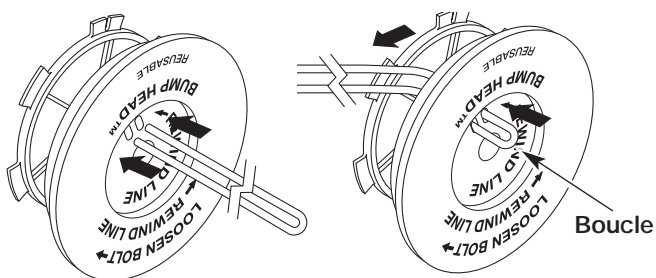

Fig. 31
- Découpez environ 5 m (16 pi) de fil neuf et faites-en deux boucles de longueurs égales. Insérez chaque extrémité de fil dans l'un des deux trous du moulinet (Fig. 31). Tirez le fil à travers le moulinet pour que la boucle soit le plus petit possible.